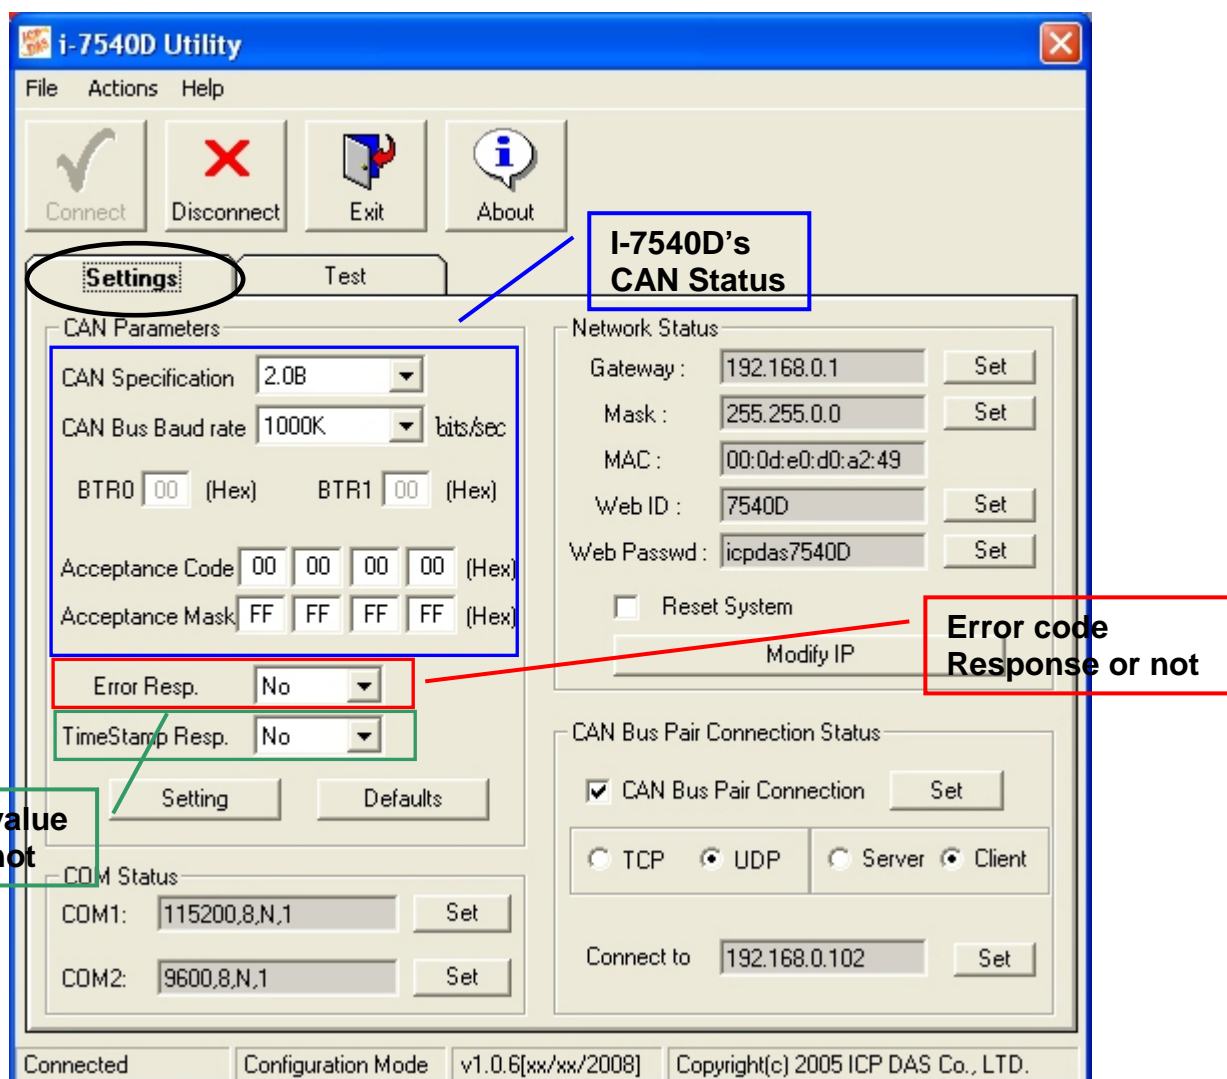

图 3-14： 链接至 I-7540D 的设定模式
5. 链接上 I-7540D 模块后，I-7540D 模块目前设定的各通讯参数也将显示在窗口画面上。图 3-14 显示 I-7540D 目前的通讯参数设定值：